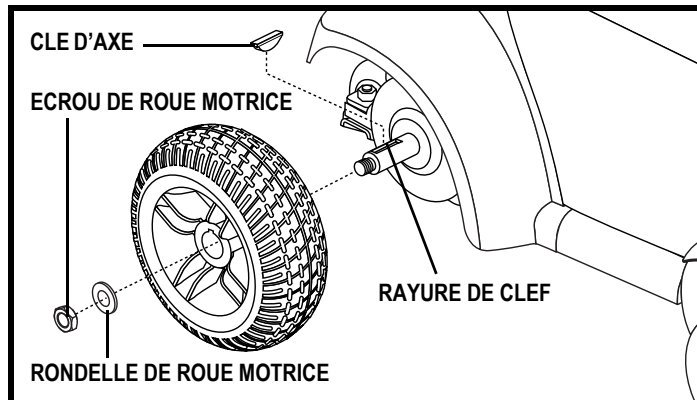

Figure 16. Select Traveller roue motrice
3. Retirez l'écrou et la rondelle de roue motrice sur l'essieu. **Voir la figure 16.**